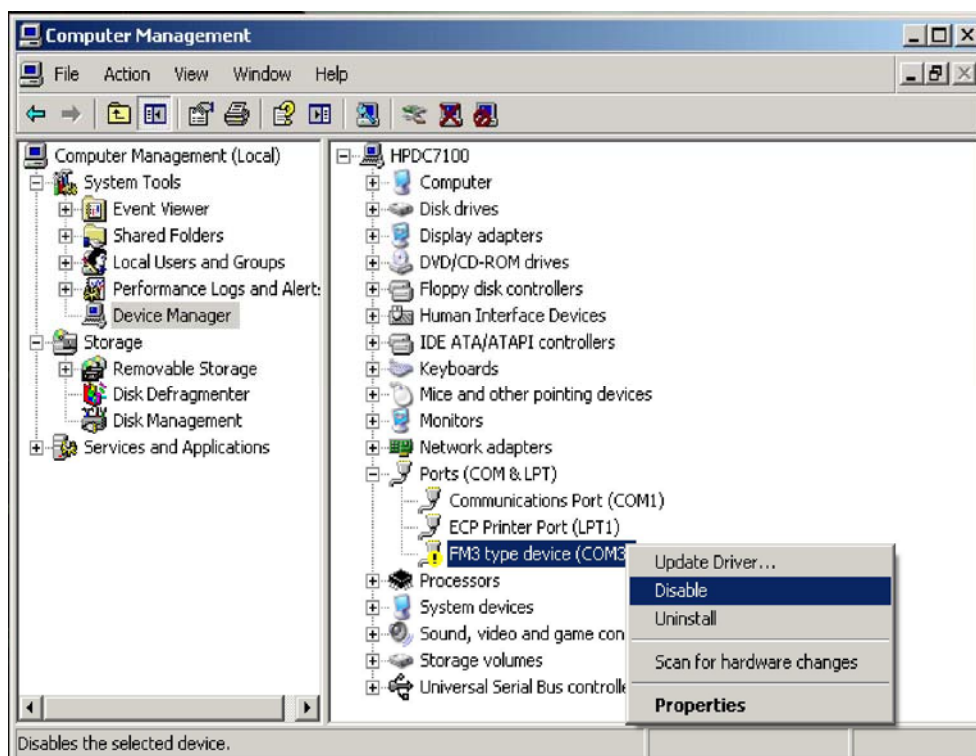

Fig. 1.3.6 Установка драйвера
- 4) Выбрать вкладку «Disable» (отключить) (Рис. 1.3.6)